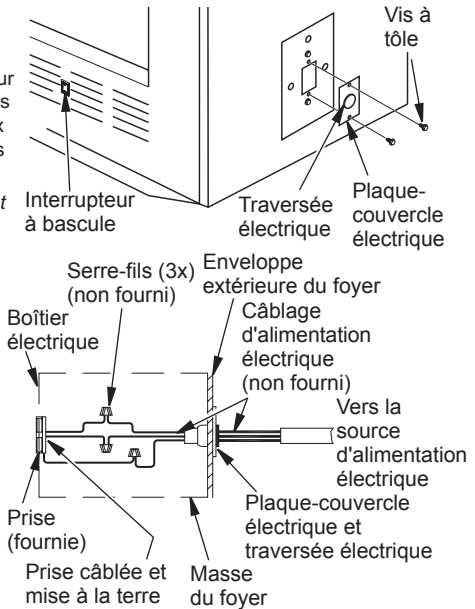

Figure 6 - Traversée électrique d'interrupteur de ventilateur
Un prêt-à-monter de ventilateur ou de souffleur pour ce foyer est offert en option (pour les modèles à circulation uniquement). L'utilisation de ventilateurs ou de souffleurs autres que ceux qui sont fabriqués par DESA Heating, LLC annulent la garantie. Le ventilateur fonctionne en appuyant sur un interrupteur à bascule (voir figure 6) situé dans le coin inférieur droit de la façade du foyer. Le souffleur fonctionne en tournant un bouton de réglage (pas illustré).
Les raccordements électriques du prêt-à-monter de ventilateur et de souffleur se font par la plaque-couvercle électrique située sur le côté du foyer comme illustré à la figure 6.
1. Enlevez la plaque-couvercle électrique et sa traversée du foyer en retirant les deux vis à tête comme illustré à la figure 6.
3. Faites glisser les raccords électriques dans le boîtier électrique comme illustré à la figure 6, page 6.